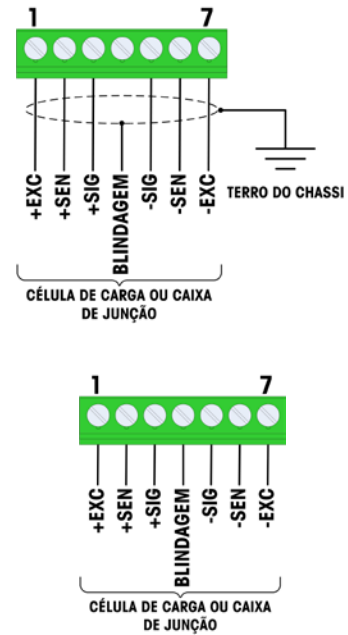

Figura 2-23: Terminação da célula de carga, terra do chassi (topo) e pino terra (base)
A Tabela 2-4 e a Figura 2-23 mostram as definições de terminais para o cabo flat de terminais da célula de carga analógica. Observe que ao usar as células de carga de quatro fios, os jumpers devem ser colocados entre os terminais +Excitação e +Sensor –Excitação e –Sensor.
7. Conecte os fios da célula de carga ao conector na placa-mãe. Consulte o código de cores dos fios da célula de carga sendo conectados e a Figura 2-23.
13. A ferrite fornecida com o terminal é colocada sobre a extremidade final do cabo e os fios conectados ao conector de célula de carga. Consulte o código de cores dos fios da célula de carga sendo conectados e a Figura 2-23.
15. Coloque a ferrite sobre a extremidade do cabo da célula de carga e conecte os fios da célula de carga ao conector na placa-mãe. Consulte o código de cores dos fios da célula de carga sendo conectados e a Figura 2-23.
23. Conecte os fios da célula de carga ao conector na placa-mãe. Consulte o código de cores dos fios da célula de carga sendo conectada, e a Figura 2-23.